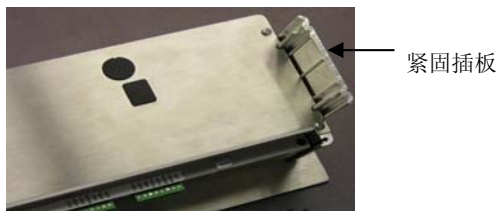

图 A-2: 紧固插板
1. 松开并去掉 4 个用于固定紧固插板的六角螺丝 (见图 A-2)，请使用随机工具中的 2mm 六角板手。